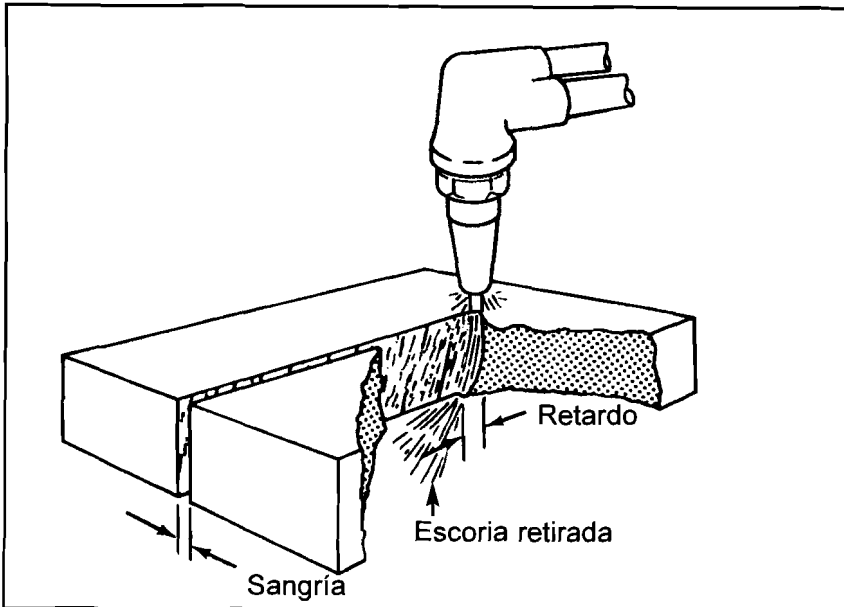

FIGURA 8.3: EL OXÍGENO DE CORTE QUEMA EL METAL PRECALENTADO Y RETIRA LA ESCORIA FORMADA, DEJANDO UN CANAL DENOMINADO "SANGRÍA"
El **corte por oxígeno** es un grupo de procesos que separan o retiran el metal mediante la combustión del mismo (ver figura 8.3). Los procesos de corte por oxígeno más comunes son el corte con gas combustible, corte por lanza y corte con fundente o con polvo metálico.
El corte se realiza por el flujo de un chorro de oxígeno que quema el metal y retira la escoria formada. Debido al metal quemado y retirado se forma un canal estrecho denominado “sangría” (Ver figura 8.3).
Cualquier superficie oxicortada queda con unas líneas denominadas líneas de retardo [ver tabla 8.3 (B) y figura 8.3], cuanto más curvadas estén estas líneas en la parte inferior de la pieza más rápido se ha realizado el corte.